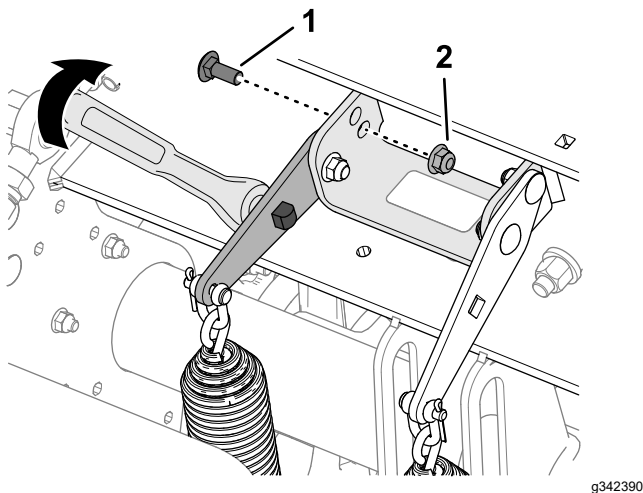

Bild 110
- Setzen Sie einen 1/2"-Schlüssel oder ein Brecheisen in das rechteckige Loch in der Federspannplatte ein (Bild 110).